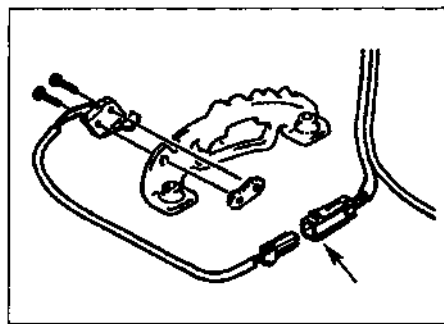

Рис. 8.19. Отсоедините разъем от выключателя положения [P], затем убедитесь в наличии контакта выключателя в положении [P]
- 19 Отсоедините разъем от выключателя положения (P) (см. рис. 8.19).